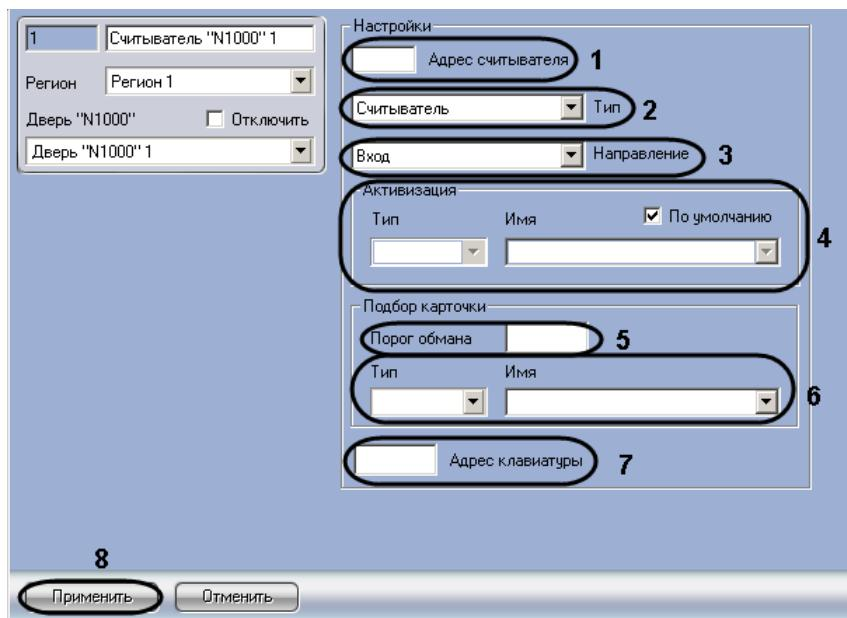

Рис. 3.4—4 Панель настроек объекта Считыватель “N1000”
- Ввести адрес считывателя в соответствующем поле (см. Рис. 3.4—4, 1).
- Выбрать тип считывателя из раскрывающегося списка **Тип**: только считыватель, считыватель с клавиатурой, только клавиатура (см. Рис. 3.4—4, 2).